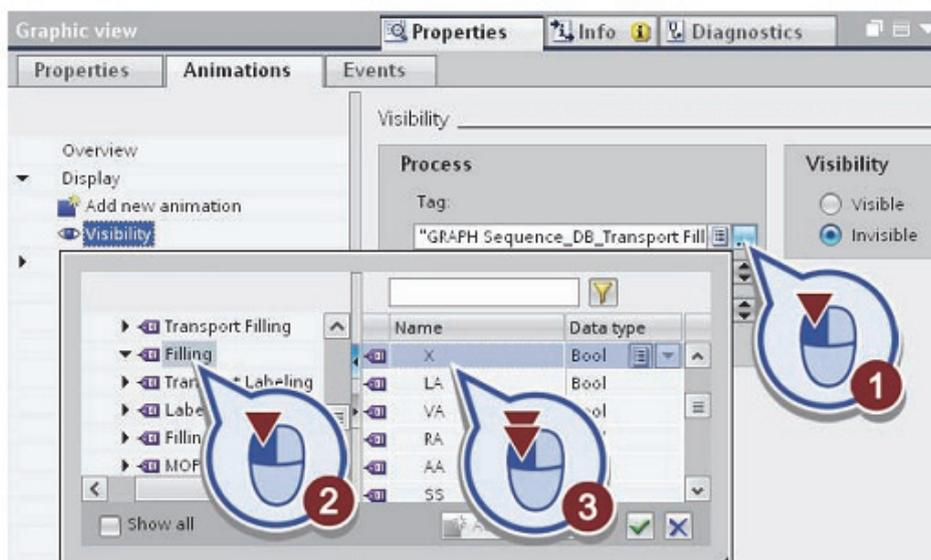

Рис. 3.36. Связь тега со второй бутылкой
- свяжите тег «X» двойным щелчком мыши (рис. 3.36).